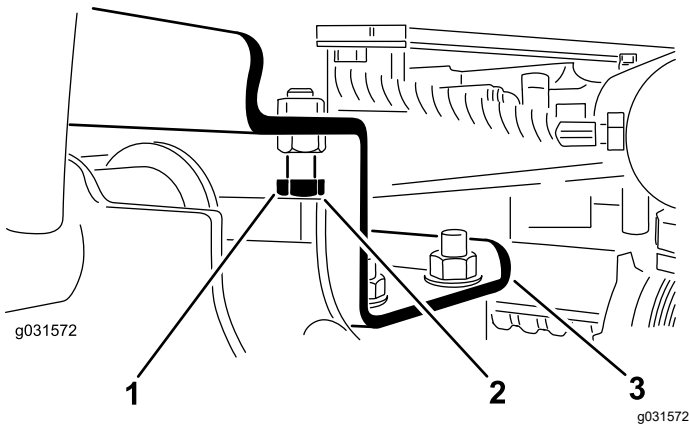

Bild 13
A. Drehen Sie die Anschlagsschrauben heraus (Bild 13).
2. Stellen Sie sicher, dass der Abstand zwischen jedem Hubarm und der Anschlagsschraube zwischen 0,13 mm und 1,02 mm liegt, siehe (Bild 13).